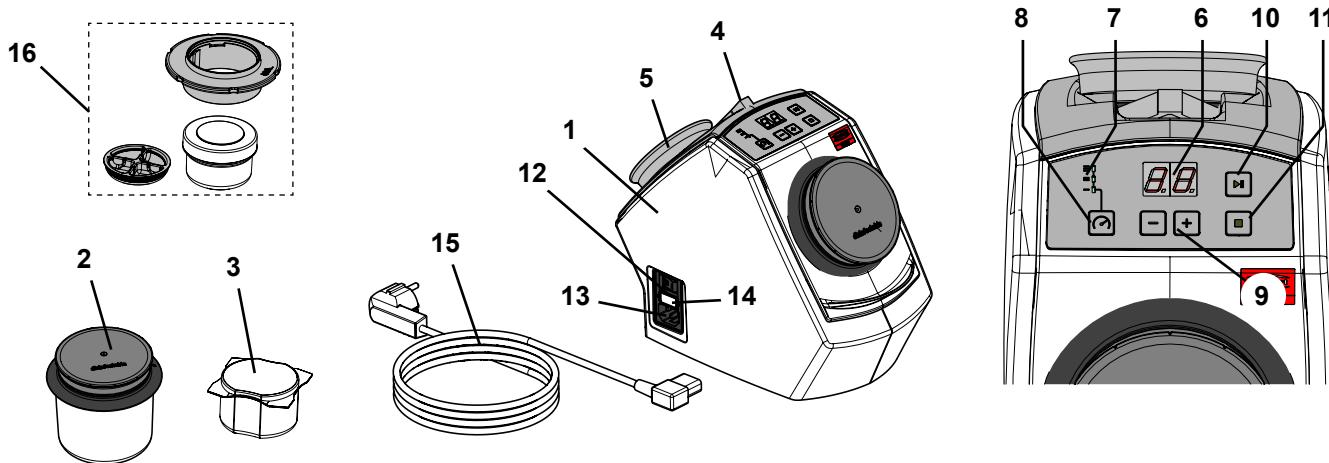

Fig. 1
- Holdemagneten (Fig. 1, pos. 5) indeholder bly.
- ⇒ Placér den vedlagte pincet og holdemagneten i holderne på apparatets bagside (Fig. 1).
- ⇒ Vælg netkablet (15, Fig. 1) netstikket, der passer i dit land.
- ⇒ Sæt netkablet i nettilslutningen (13, Fig. 1).
- ⇒ Tænd apparatet på hovedafbryderen (12, Fig. 1).
- ⇒ Fyld rengøringsbægeret (2, Fig. 1) med 75 g rengøringsnåle (svarer til en emballagenhed).
- ⇒ Fyld SYMPRO mini-bægeret (tilbehør) 16, Fig. 1 med ~ 5 g rengøringsnåle.